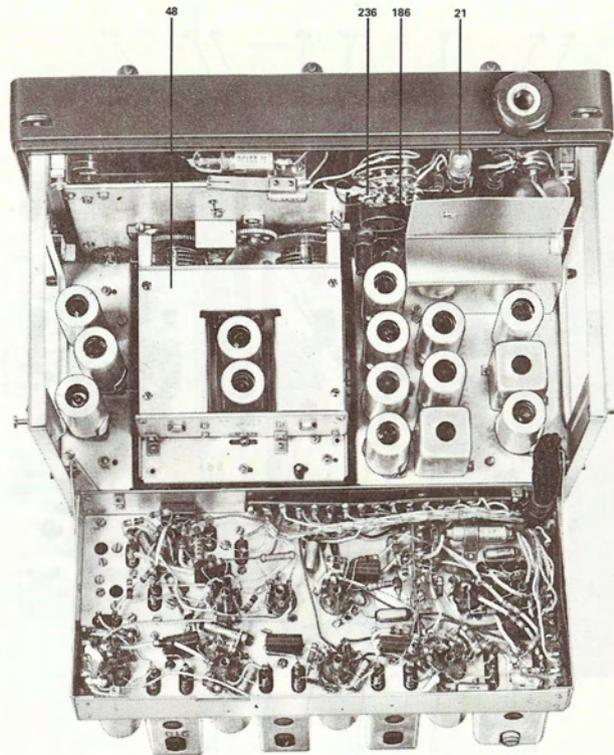
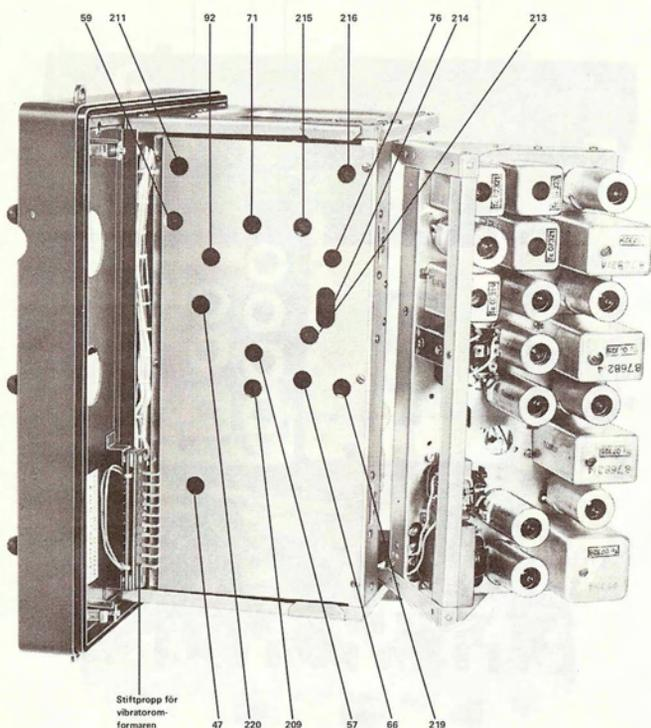
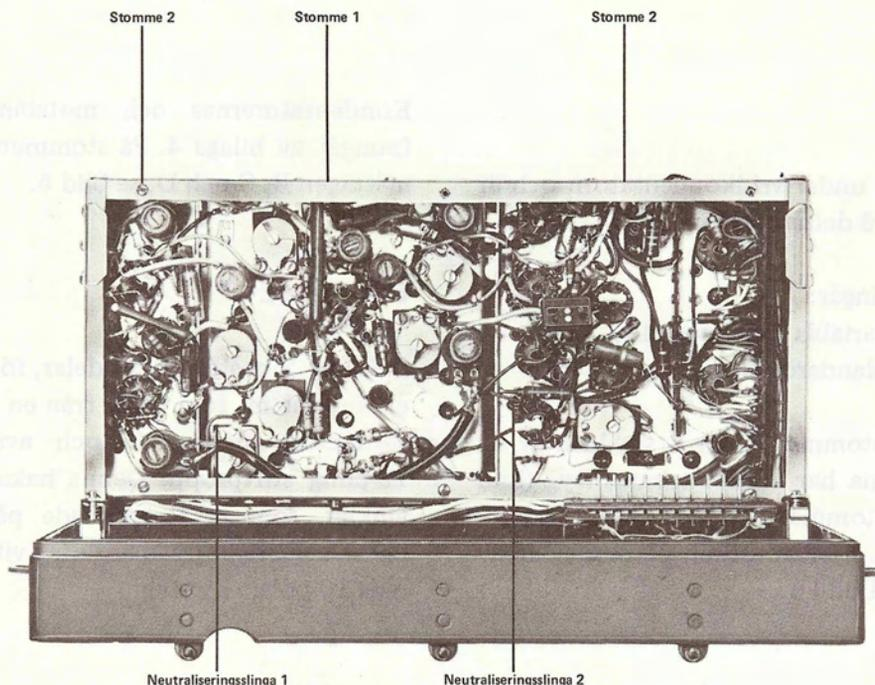

Bild 6. Sändtagare sedd uppifrån med stomme 3 utfälld så att ovansidorna på stommarna 1 och 2 är synliga
Bild 7. SM-enhet sedd från undersidan med stomme 3 utfälld. Bilden visar trimhålen i bottenplåten, som täcker stommarna 1 och 2.
Bild 8. Undersidan på stomme 1 och 2
Frontpanelens baksida visas på bild 6. Frontpanelens olika manöver- och kontrollorgan framgår av del 1 sidorna 11–15.
Undersidan på stomme 1 och 2 skyddas av en bottenplåt. Denna har hål för trimverktyg (bild 7). Bild 8 visar stommens undersida med bottenplåten avlägsnad. Elektronrören på ovansidan av stommen syns på bild 6.
På stommens översida, se bild 6, sitter spolenheterna för kalibreringsoscillatorn (226) och mottagarens första MF-steg (222). Där sitter även den för sändaren och mottagaren gemensamma antennspolen (207). En del av denna spole är utformad till en kopplingspole till antennen.
Bild 8 visar stommens undersida utan bottenplåt. Observera neutraliseringslingorna
Vridkondensatorn (48) och skalanordningen, se bild 6, utgör egentligen två skiljbara delar, men lagerförs i reserv hopsatta till en enhet. Vid byte skall man byta ut hela enheten för att förhindra glapp mellan delarna.